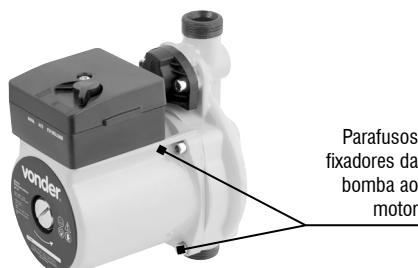

Fig. 9 – Retirando os parafusos que fixam a bomba
- b. Após o fechamento dos registros na entrada e na saída da bomba, retire os parafusos que fixam a bomba ao motor (fig. 9).